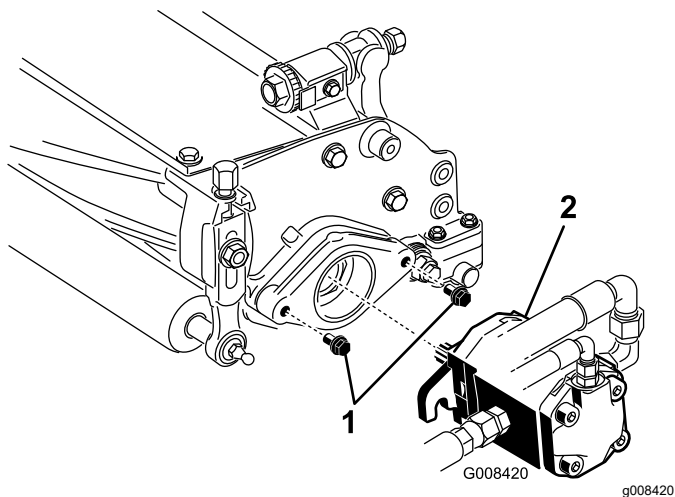

图 8
7. 确保每个滚刀驱动马达安装螺栓都有大约 13mm 的螺纹露在外面 图 8。
8. 在马达花键轴上涂抹干净的润滑脂然后安装马达首先顺时针旋转马达使马达法兰脱离螺栓。逆时针旋转马达直至法兰环绕住螺栓 图 8。
9. 然后旋紧安装螺栓 图 8。